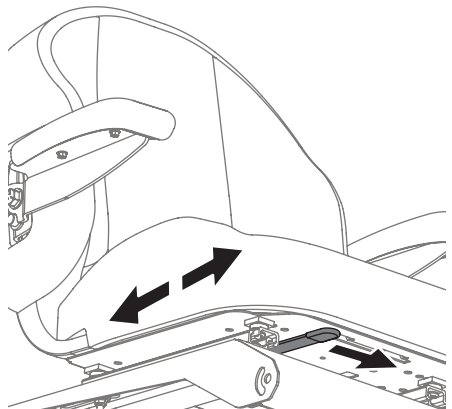

Figure 18
3. Relâchez le levier de réglage. Assurez-vous que le siège est bien verrouillé dans la position souhaitée avant de l'utiliser (Figure 18).